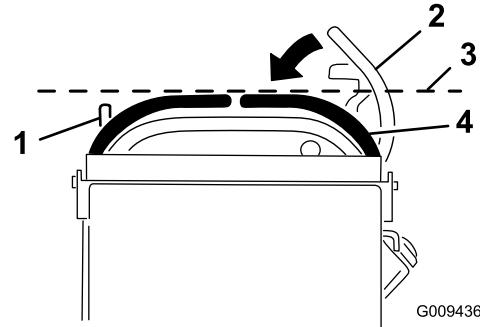

Figure 67
3. Abaissez le levier de commande de déplacement droit pour quitter la position de VERROUILLAGE AU POINT MORT (Figure 67).
4. Vérifiez que le levier de commande de déplacement droit s'aligne horizontalement sur le levier de commande de déplacement gauche (Figure 67).